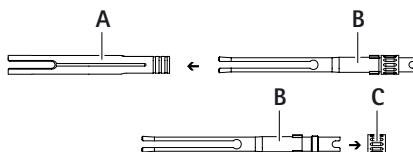

Fig. 8
- Allentare la vite di arresto **C** indietro e rimuoverla dalla pinza di serraggio **B**, vedere Fig. 8.